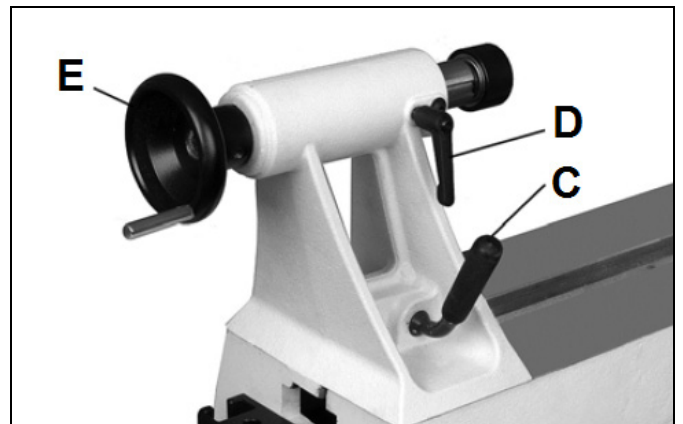

Fig 29
La contrepointe tournante peut être éjectée en tournant le volant dans le sens inverse des aiguilles d'une montre (Fig 29).
Tourner le volant (E, Fig. 29) dans le sens des aiguilles d'une montre pour sortir le fourreau et bloquer le levier de serrage (D).